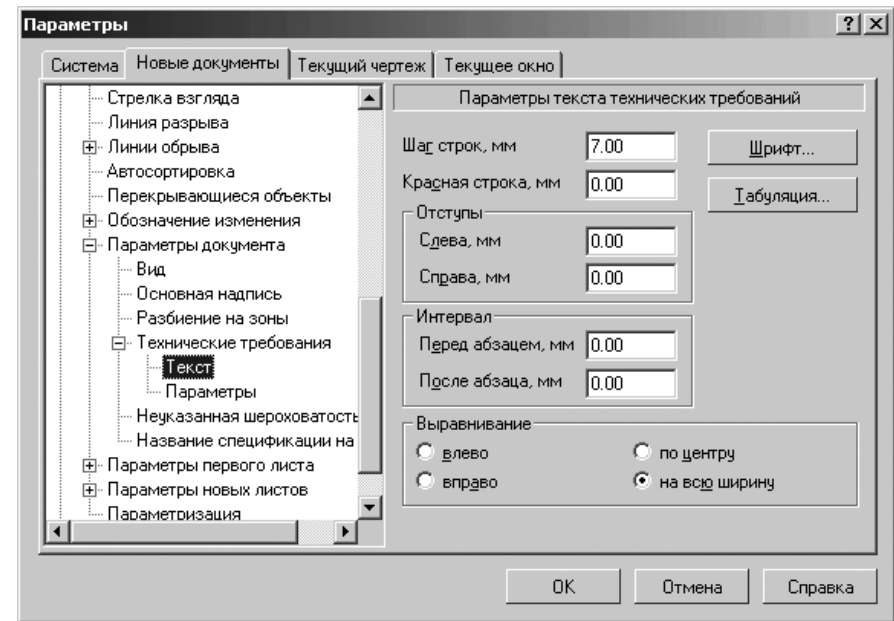

Рис. 10.83. Диалоговое окно **Параметры** с открытой вкладкой **Новые документы** и панелью **Параметры текста технических требований**
- щелкните в списке настраиваемых элементов **Технические требования** по пункту **Текст**. В правой части появится панель **Параметры текста технических требований**, показанная на рис. 10.83.